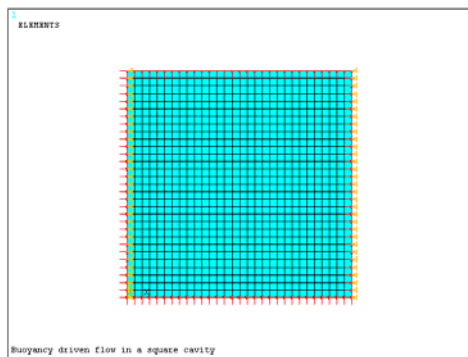

图 8-70 加载后的结果显示
⑩施加载荷后的结果如图 8-70 所示。
⑪单击 ANSYS 工具条的“SAVE_DB”按钮保存数据。